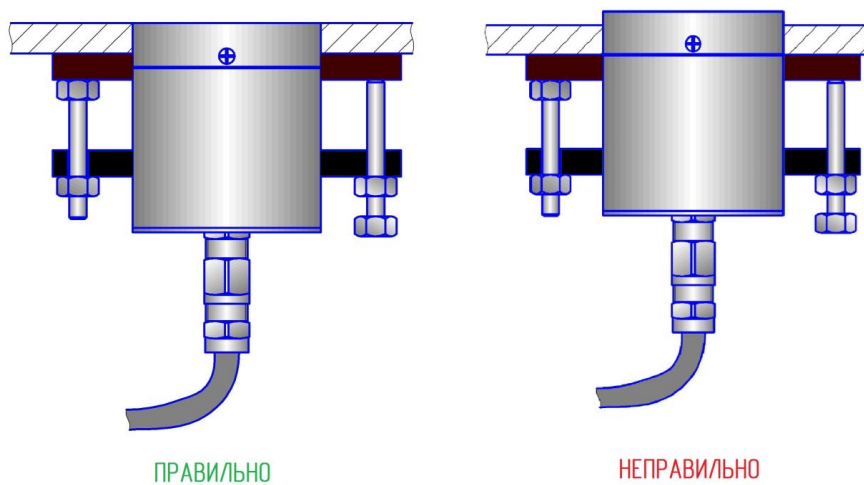

Рисунок 6.
11.4. При установке на плоские поверхности измерительная поверхность датчика должна находиться на одном уровне с полом (стенкой) бетоносмесителя так, как показано на рис.6.